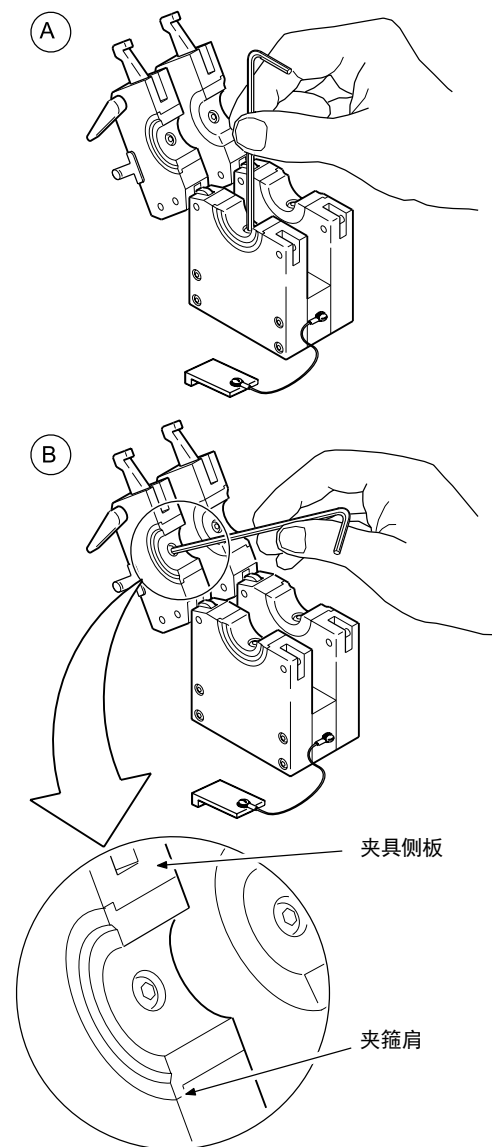

图 13 安装夹箍
2. 把夹箍的两半分别安装在上下侧板内，拧紧夹箍螺钉。确保夹箍肩与夹具侧板平齐。参考图 13(B)。